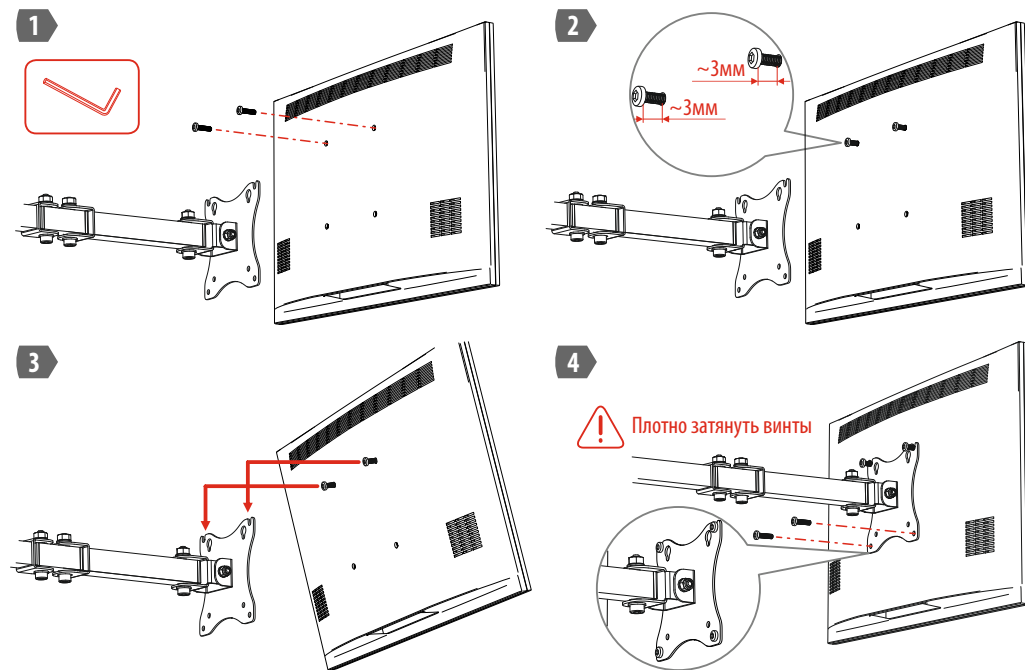

Рисунок 3. Монтаж монитора на держатель
- 4.6 Вверните винты M4 в крепёжные отверстия VESA на мониторе, оставив расстояние между головкой и корпусом около 3мм. Навесьте монитор на держатель и вверните нижние винты в крепёжные отверстия VESA. Протяните все винты, убедитесь в отсутствии люфта монитора. Процесс монтажа показан на рис.3.